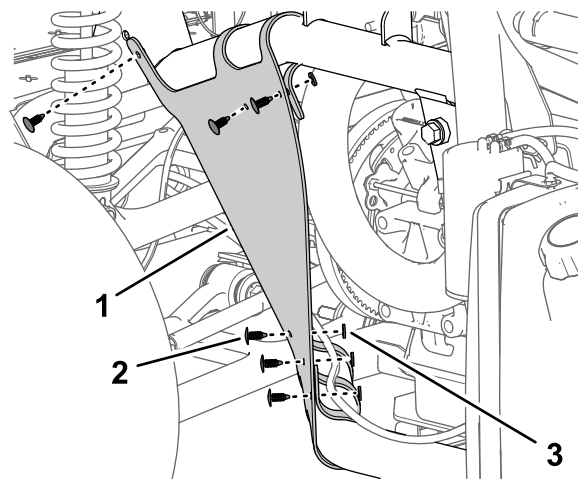

Figura 12
4. Retire os seis fixadores de pressão e cinco anilhas (9/16 pol. x 1/2 pol.) que prendem o resguardo interior do guarda-lamas ao chassis da máquina (Figura 12).